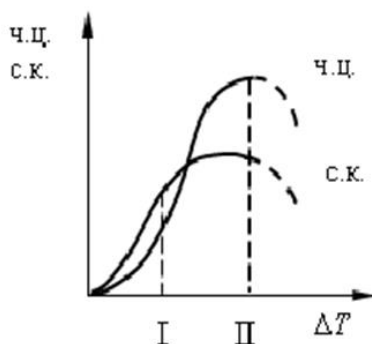

рис. 14
2.12 По графику зависимости скорости роста кристаллов и числа центров кристаллизации от степени переохлаждения (рис.14) укажите величину зерна в зоне I:
(рис.14) укажите величину зерна в зоне II: